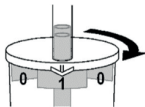

Abb. 3
4. Per raccogliere il primo polipo, girare il recipiente finché la freccia punta sul numero "1" (Fig. 3).